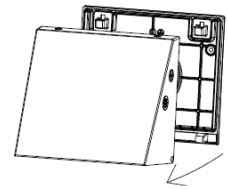

Fig. 2.2
2. Retirer la plaque de montage d'origine du couvercle avant du luminaire (Fig. 2.2).